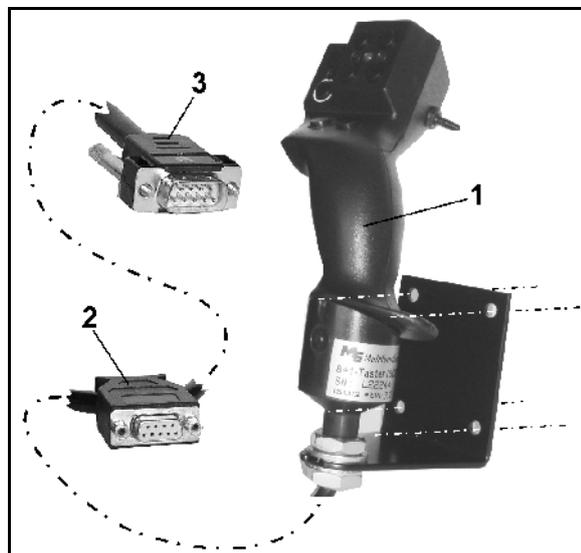

Рис. 78
6. Запрограммированная ячейка будет показана в соответствующем ряду (Рис. 78).